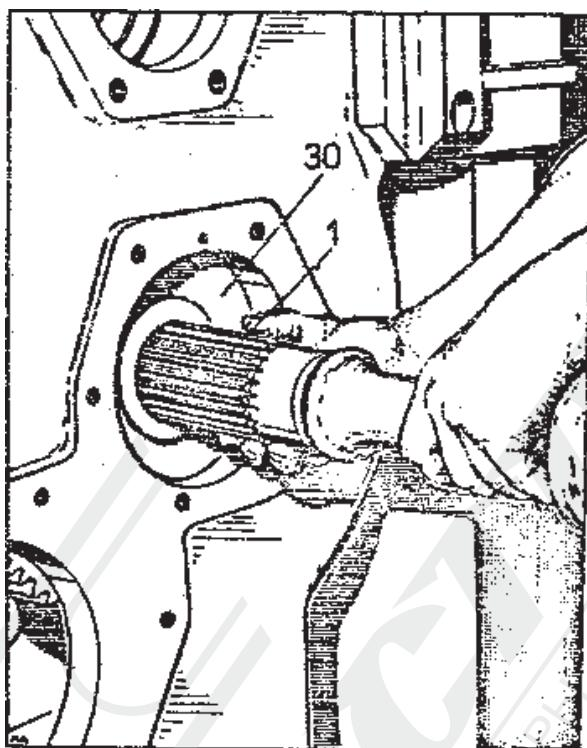

Рис. 2-50. Вдавливание валика I в гильзу.
4. Переложить валик I через оправку зубчатое колесо 29, дистанционное кольцо 30, шлицы зубчатого колеса 27 и вдавить до упора с гильзой 23 /рис. 2-50/.
6. Просунуть валик I через отверстие в корпусе, отверстие зубчатого колеса 30, дистанционное кольцо 29 и вдавить конец валика в кольцо шарикоподшипника 6311 /поз. 28/ как на рис. 2-50.
9. Вдавить в отверстие корпуса со стороны крышек шарикоподшипник 6311 /поз. 28/ одновременно напрессовывая его на валик I /рис. 2-50/.